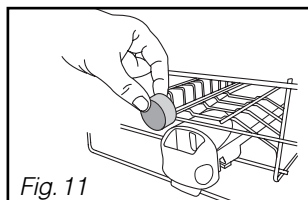
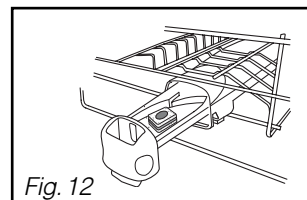

Fig. 11
Fig. 12
non multifonction dans le compartiment extérieur (Fig 11)
ou pour un fonctionnement optimal, tirez le tiroir du distributeur et disposez la pastille. (Fig 12)
• **Disposez la pastille** dans le compartiment extérieur (Fig 11 page précédente), **ou pour un résultat optimal, tirez le tiroir du distributeur et disposez la pastille à l'intérieur.** (Fig 12 page précédente).